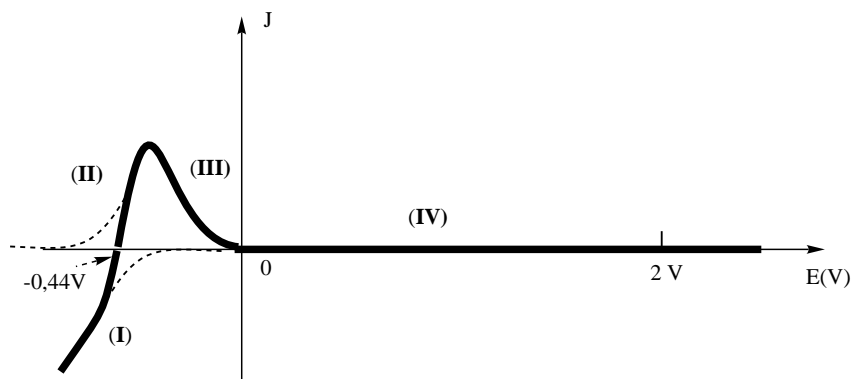

Figure 2. Courbe intensité-potential d'une électrode en titane
La courbe intensité-potential (Figure 2) représente l'intensité par unité de surface de titane (densité de courant) J en fonction du potential E imposé à l'électrode et mesuré par rapport à l'électrode standard à hydrogène. L'électrode en titane plonge dans une solution désaérée (sans dioxygène dissous) d'acide sulfurique de $\text{pH} \approx 0$.
2. À quoi correspondent les courbes en pointillé sur la figure 2 ?